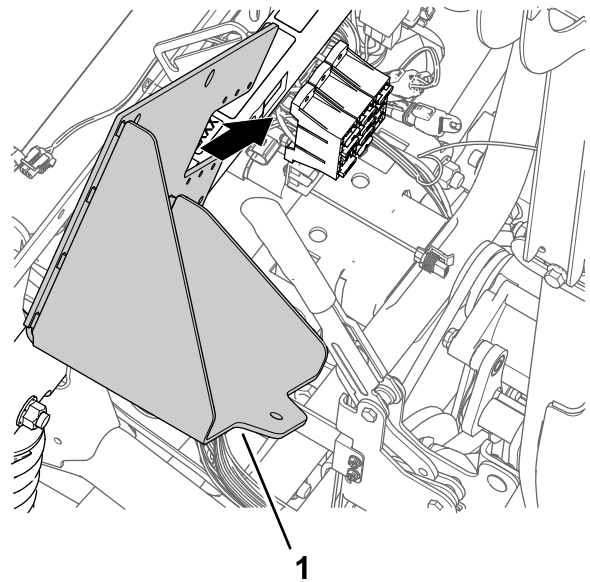

図 173
1. 新しいバッテリーブラケットを、車両のショックサポートチューブに合わせる 図 173。